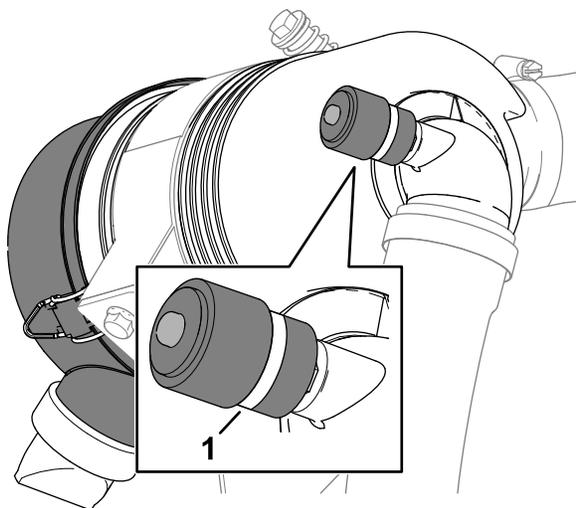

Рисунок 113
3. Проверьте индикатор обслуживания, расположенный на конце корпуса воздушного фильтра (Рисунок 113).